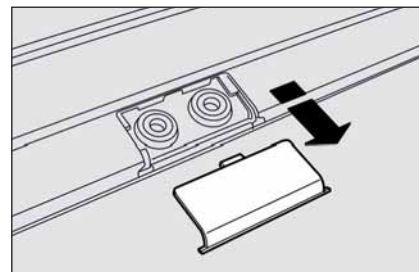

fig. 120
- per versioni dotate di tetto apribile: estrarre le linguette utilizzando il cacciavite in dotazione per rendere accessibili le sedi di fissaggio **fig. 120**;